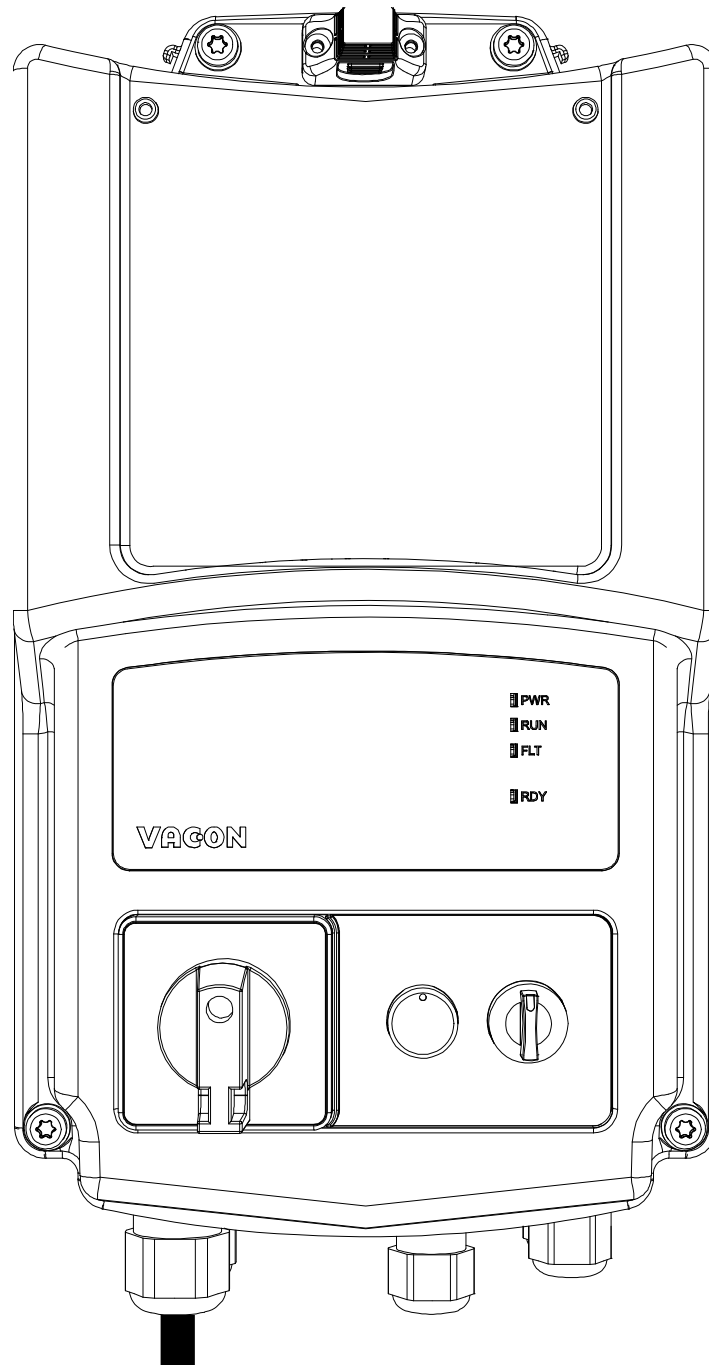

Figura 70. Monte la cubierta de plástico.
- Monte la cubierta de plástico en el convertidor con sus tornillos correspondientes (aplique 2 Nm de par) y ponga la tapa HMI: se ha completado el proceso de instalación. Véase la Figura 70.